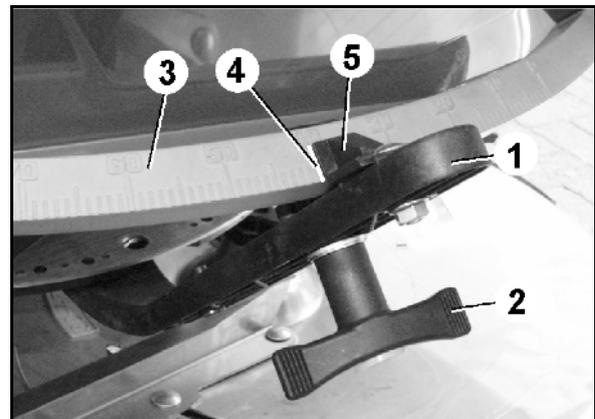

Fig. 53
2. Flügelschraube (Fig. 53/2) lösen.
3. Die erforderliche Schieberstellung auf der Skala (Fig. 53/3) aufsuchen.
4. Die Ablesekante (Fig. 53/4) vom Stellhebelzeiger (Fig. 53/5) auf den Skalenwert einstellen.
5. Flügelschraube (Fig. 53/2) wieder fest anziehen.